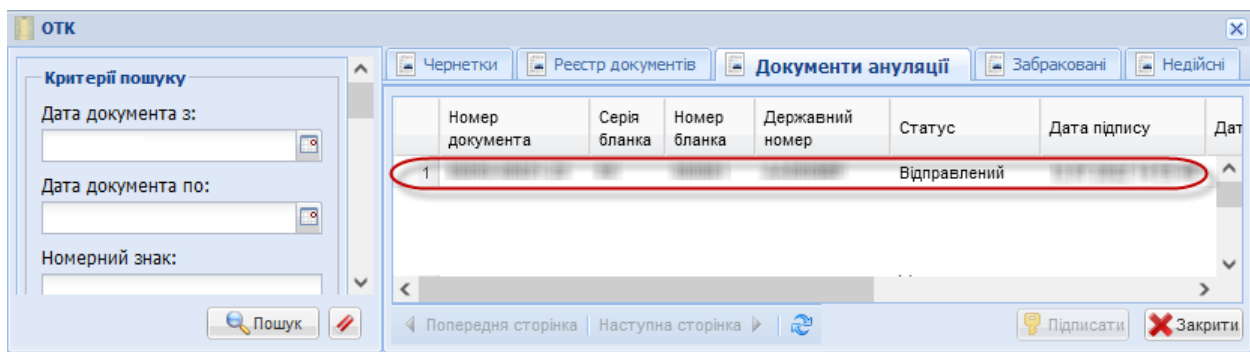

Рисунок 3.99
1. Відповідність документа ОТК (поле **Відповідність** Області відображення результатів пошуку на вкладці **Реєстр документів**) отримає стан «Відправлений на ануляцію». У таблиці вкладки **Документи ануляції** відобразиться запис про документ ануляції зі статусом «Відправлений» (рис. 3.99).